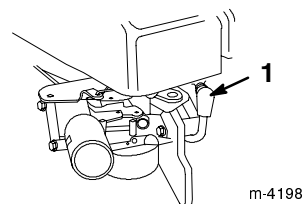

Figure 39
2. Débranchez la bougie (Fig. 39).